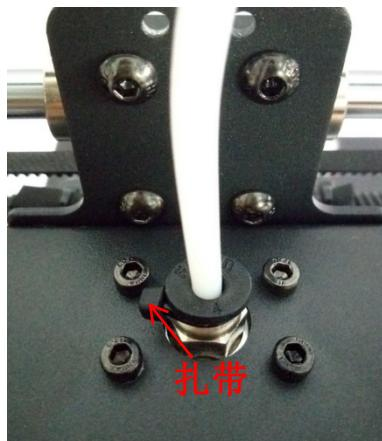

图4
(3) 如图4，为使打印头铁氟龙送料管稳固不松动，快接头已用扎带限位，请不要剪断扎带。只有当更换打印头时，才需剪断扎带，以便下压快接头塑料圆环，拔出铁氟龙管。